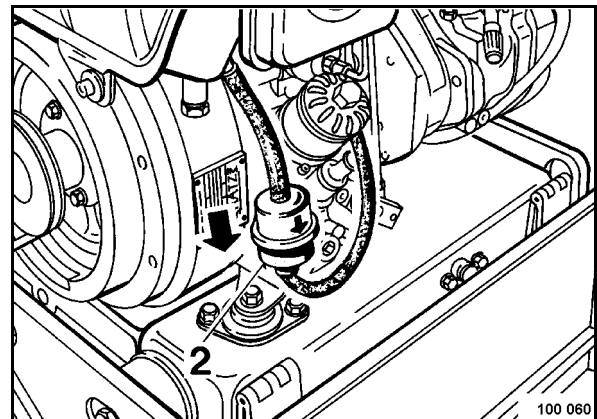

Fig. 82
- Extraer el filtro de combustible (2) (Fig. 82) de la manguera inferior y superior.